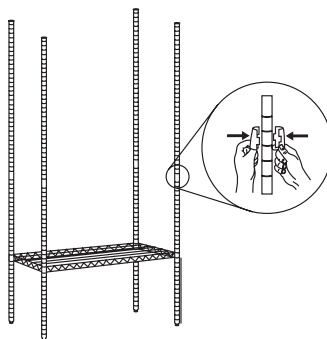

Abb. 4
6. Zum Anbringen des nächsten Regalbodens die Nuten in der Stange bis zur gewünschten Höhe zählen. Eine Aufnahme anbringen. Ebenso für die anderen Stangen verfahren [Abb. 4].